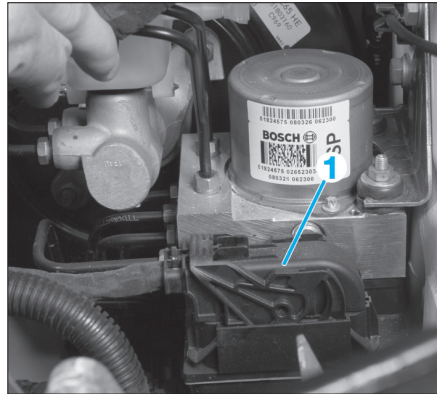

Fig. 28
- Débrancher le connecteur (1) du groupe hydraulique (Fig.28).